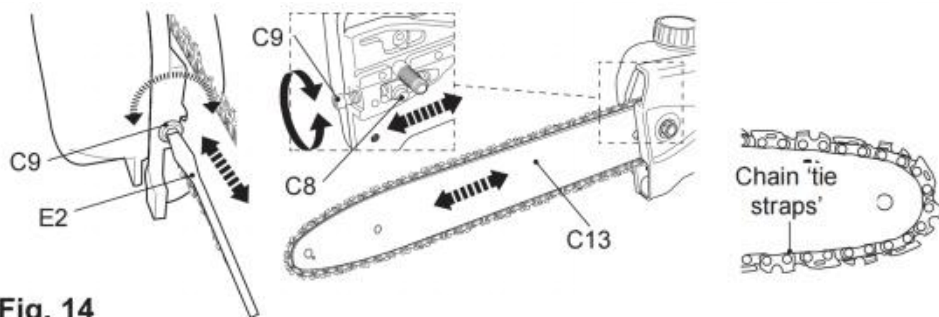

Fig. 14
- 3) Vissez la vis de tension (C9) dans le sens des aiguilles d'une montre ou dans le sens contraire des aiguilles d'une montre pour régler la goupille de tension (C8) / la barre de guidage (C13) jusqu'à ce que les « sangles d'attache » de la chaîne touchent juste le bord inférieur de la barre de guidage (Fig. 14).